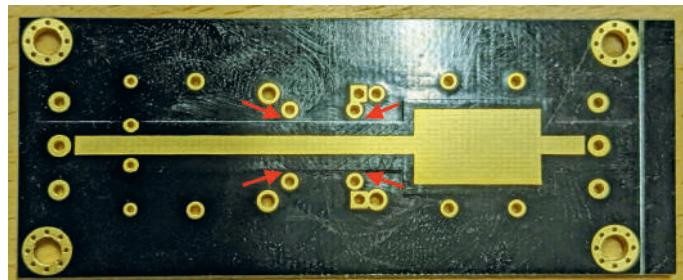

Figure 2. Vue du dessous de la carte du filtre IEM à prix modéré acheté sur eBay. Les flèches indiquent la distance de 0,5 mm entre les couches de cuivre.
Dès que j'ai reçu ce filtre, j'ai pu constater que la carte était bonne, mais que le fabricant ne s'est pas du tout soucié de l'espacement nécessaire pour les voies de la tension de secteur. Comme vous pouvez le voir sur la **figure 2**, il y a une distance d'environ 0,5 mm entre les lignes de tension et la masse (PE). Je n'ai pas osé utiliser la carte et s'attendre à une catastrophe. Mon rêve d'une solution rapide et peu coûteuse était perdu.